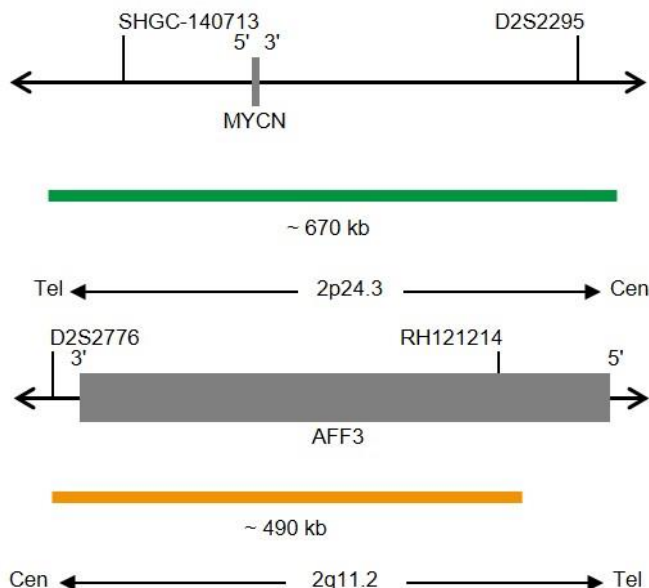

Fig. 1: In alto: Mappa della sonda SPEC MYCN; In basso: Mappa della sonda SPEC 2q11 (non in scala)
- Polinucleotidi (~10 ng/ μ l) marcati con fluorocromo ZyGreen (eccitazione 503 nm/emissione 528), le cui sequenze target mappano in 2p24.3* (chr2:15,846,046-16,517,671) in cui è localizzato il gene MYCN (vedere Fig. 1).
- Polinucleotidi (~4.5 ng/ μ l) marcati con fluorocromo ZyOrange (eccitazione 547 nm/emissione 572 nm), le cui sequenze target mappano in 2q11.2* (chr2:100,132,806-100,621,725) (vedere Fig. 1).